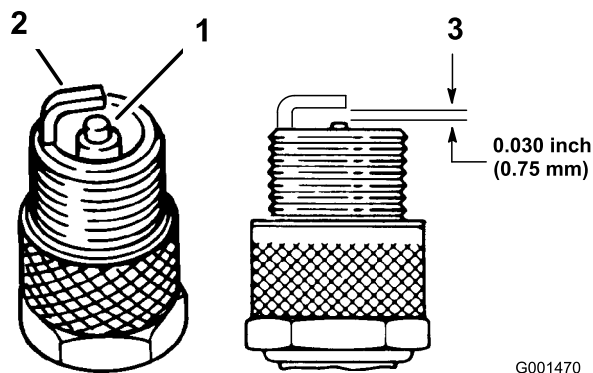

Figura 27
- Controllate la distanza tra gli elettrodi centrale e laterale (Figura 27). Piegate l'elettrodo laterale (Figura 27) se la distanza non è corretta.
- Controllate il centro delle candele (Figura 27). Se l'isolatore è di color marrone chiaro o grigio, il motore funziona correttamente. Una patina nera sull'isolatore significa in genere che il filtro dell'aria è sporco.
3. Collegate i cappellotti alle candele (Figura 27).